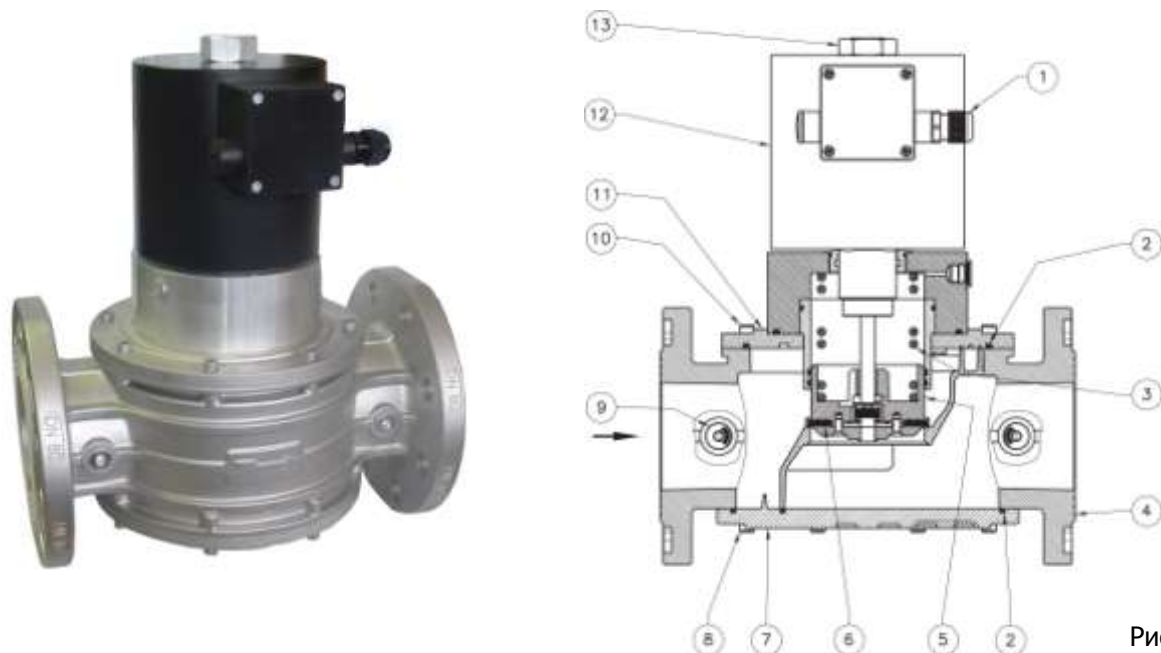

Рис. 3
Клапан рис. 3 состоит из: электрический коннектор (1); верхнее уплотнительное кольцо (2); пружина запирающего механизма (3); корпус (4); затвор (5); уплотняющая прокладка (6); нижняя панель (7); винты крепления нижней панели (8); штуцер отбора давления (9); винты крепления крышки (10); крышка (11); электромагнитная катушка (12); гайка крепления электромагнитной катушки (13); винт управления расходом (только в версиях с механическим регулятором расхода) (14).
Клапан рис. 3 состоит из: электрический коннектор (1); защитный кожух (2); крышка (3); нижняя панель (4); корпус (5); винты крепления крышки (6); гидравлическая система клапана (7); крепеж защитного кожуха (8).